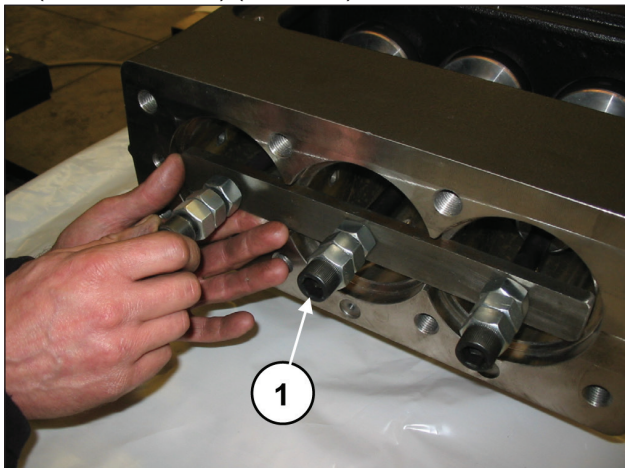

图 39
让半连杆在液压部分的方向前进，并通过使用专用工具锁定（代码27566200）（①·图 39）。